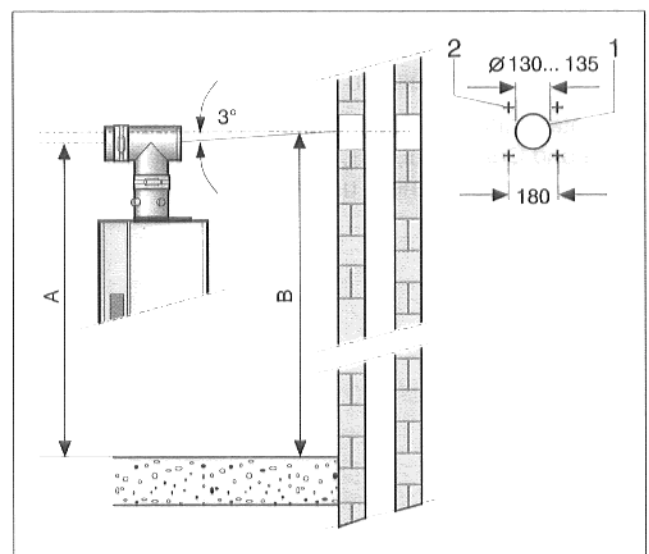

Abb. 10 Lage der Montageöffnung
- Lage der Montageöffnung bestimmen. Das Maß B (Abb. 10) ergibt sich aus dem Maß A unter Beachtung einer Steigung von 3° nach außen.
- Montageöffnung (Abb. 10, Pos. 1),  $\varnothing$  130 - 135 mm bohren und Dübel (Abb. 10, Pos. 2) zur Befestigung der Abdeckplatten (Innen- und Außenwand) setzen.